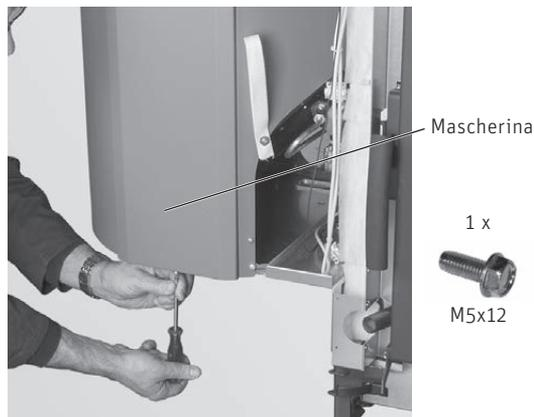

Fig. 49 Inserire la mascherina e fissare con 1 vite
- ▶ Reinfilare la mascherina con cautela nella stiva e fissarla con 1 vite M5x12 – Fig. 49.